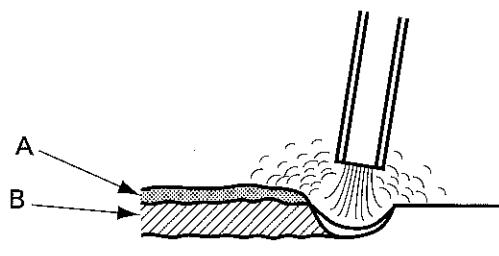

図3
(2) ガス溶接において、(b) は母材と融合し接合部分に金属を補充する。
(3) 図3はアーク溶接の断面を表している。図中のAを (c), Bを (d) という。